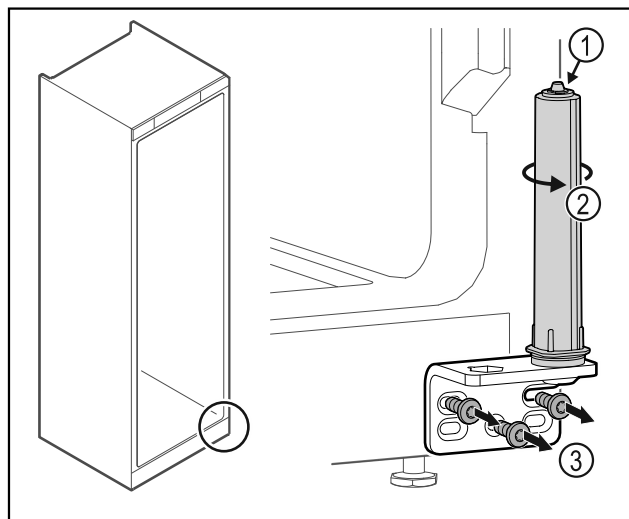

Fig. 35
- Non disassemblare il sistema di chiusura della porta Fig. 35 (1).
- Ruotare il sistema di chiusura Fig. 35 (2) finché non si innesta con un clic.
- Svitare la cerniera angolare Fig. 35 (3).